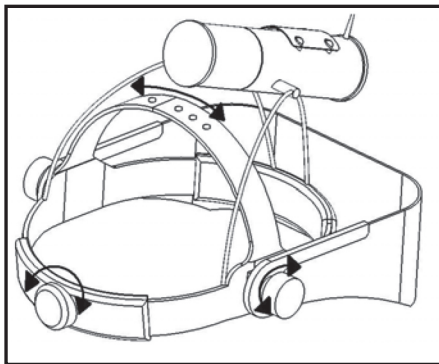

Abb. 3: Kopfbandeinstellung für Modelle v300/v600
Kopfbandeinstellung (Abb. 3)
- 6) **Es ist entscheidend, dass der obere Gurt des Kopfteils so eingestellt wird, dass der hintere Teil des Kopfteils unter den Vorsprung an der Unterseite Ihres Schädels passt! Ohne diese Einstellung ist das System außerordentlich unbequem! Siehe Abb. 3 unten**